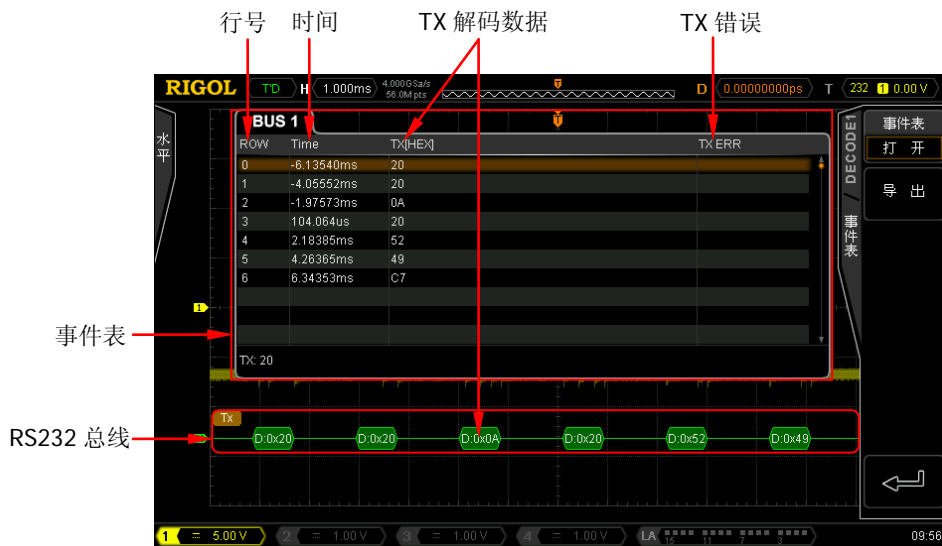

图 8-3 RS232 解码
按 **BUS 状态** 软键打开或关闭 Decode1 的显示。您也可以按 **Decode1** 软键切换当前 Decode1 显示的开/关状态。打开总线显示时，如图 8-3 所示。
- 1) 按 **事件表** 软键打开或关闭事件表。事件表打开时，如图 8-3 所示。